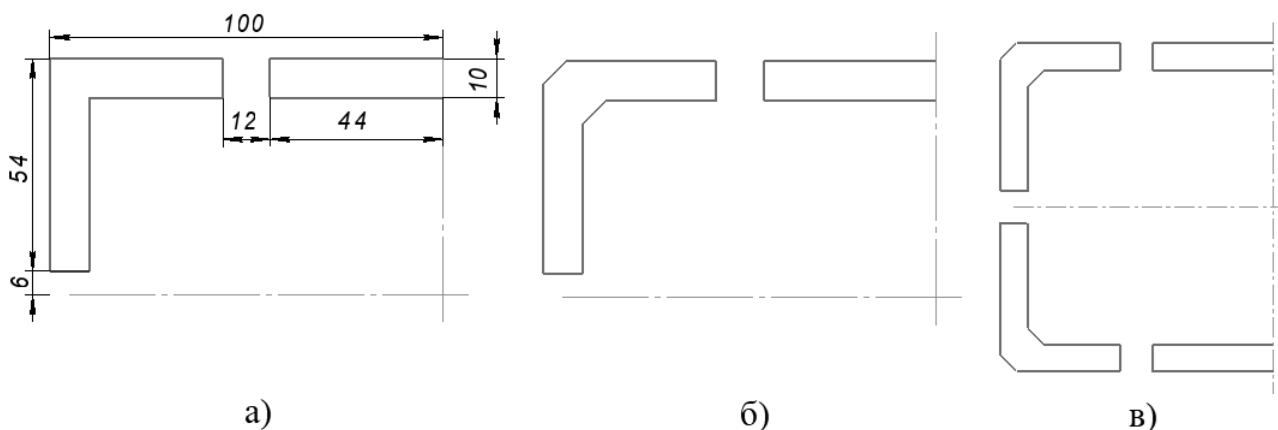

Рисунок 41 – Последовательность выполнения задания
3. Вычертите четвертую часть корпусной детали (рисунок 41 а). Постройте фаски длиной 6 мм под углом  $45^\circ$  (рисунок 41 б). Постройте симметричное изображение четверти корпусной детали (рисунок 41 в).